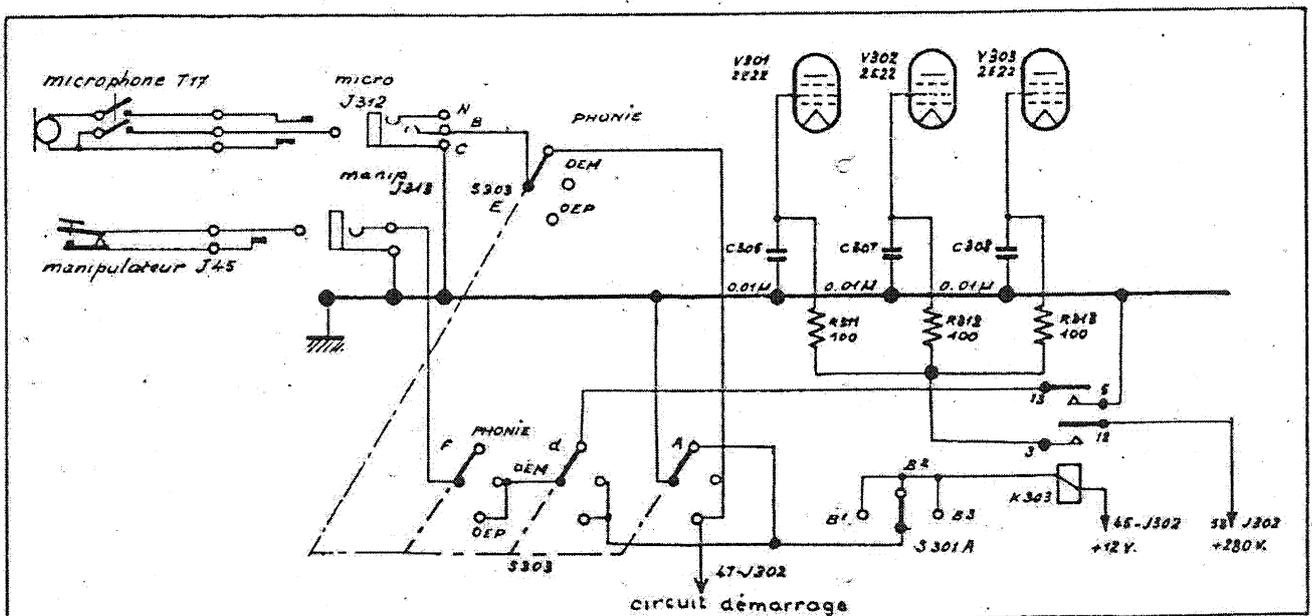

Fig. 2 - Circuit d'alimentation des grilles écrans.
- Fig. 2 Circuit d'alimentation des grilles écrans